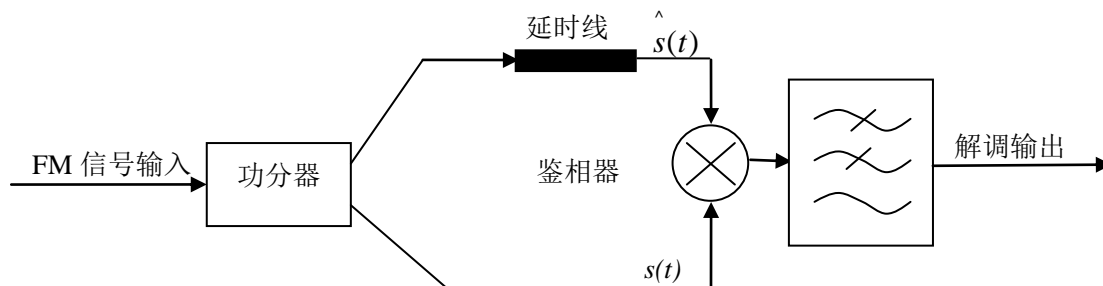

图 D-2 相位延时鉴频器原理框图
b) 在外扩频测量模式下，可以在设定的波段频率范围内对感兴趣的频率范围进行测试。下面我们观察 A 波段，其频率范围从 26.5GHz 到 40GHz，如图 D-2 所示。